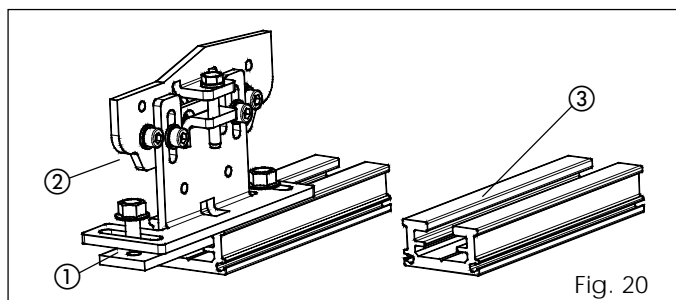

Fig. 20
• Monter le profilé d'attache du vantail (accessoire fig. 20 réf. ③) sur la partie supérieure du vantail en utilisant des vis adéquates.
• Fixer le vantail sur les chariots respectifs en utilisant les plaques (fig. 20 réf. ①) et les vis (fig. 20 réf. ②) fournies.